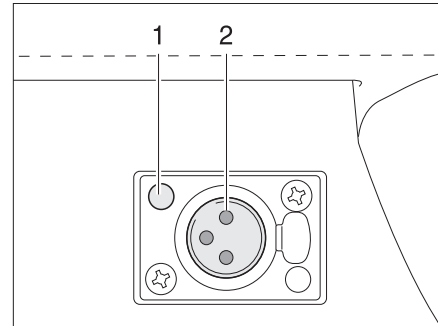

Fig. 93 Caja de enchufe
- Insertar el enchufe en el pie de la lámpara enchufable en la caja de enchufe (Fig. 93,1), hasta que engatille audiblemente. Prestar atención a la posición de los contactos (Fig. 93,2).